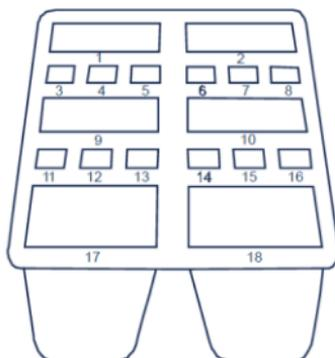

Figura 4-3: Posição do poço
- Poço nº 1 (ver Figura 4-3)
- Poço nº 2 (ver Figura 4-3)
➤ Poço nº 1 e nº 2 (ver Figura 4-3)
- Poço nº 15 (ver Figura 4-3): As instruções a seguir são apenas para cartuchos de PE. Adicione 500 μ L de mistura de enzimas de MDA ao tubo de reagente de MDA com uma pipeta de 1 mL. Provoque um redemoinho por 5 segundos, misture bem e, em seguida, acrescente a mistura ao poço nº 15. Ao adicionar a mistura, certifique-se de que não haja bolhas na parte inferior do tubo.